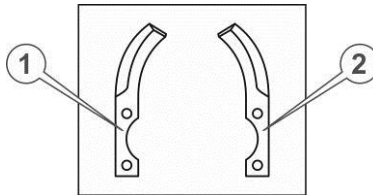

Рисунок 11. – Ножи ґрунтофрези
2. Взяти з комплекту ґрунтофрези по одному лівому і правому ножу (див. рисунок 11)
3. Притулити приготовані ножі (наприклад, поз. 2 та поз. 3 на рисунок 11.) до кріпильного квадрата маточини уздовж двох суміжних сторін цього квадрата у такий спосіб, щоб квадрат опинився всередині загинів ножів, загострені частини ножів були спрямовані в напрямку обертання (як зазначено стрілкою на рисунок 11.), кріпильні отвори ножів збіглися з отворами квадрата, водночас кінцевий отвір одного ножа (поз. 3) збігся із серединним отвором іншого ножа (поз. 2). Утримуючи ножі в такому положенні, вставити в отвір болт, надіти шайби та наживити гайку.